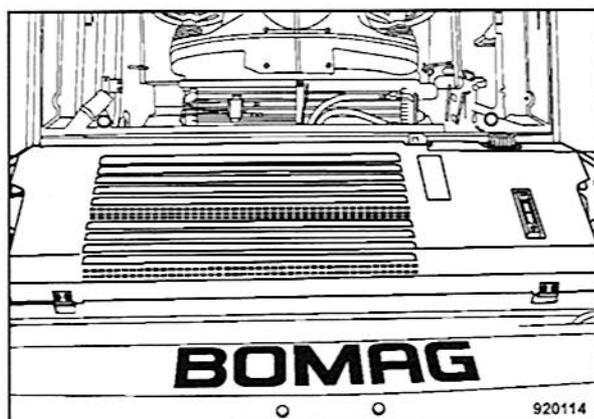

Fig. 131
- Desenroscar los tornillos de fijación en la chapa protectora del radiador (Fig. 131) y plegar la chapa protectora hacia delante.